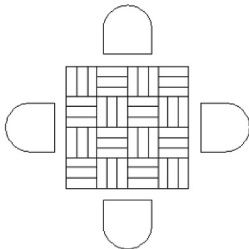

图 2.147 生成其他凳子
- (4) 借助辅助线 (桌子的对角线), 用【镜像】命令将凳子绘制成图 2.147 所示效果。